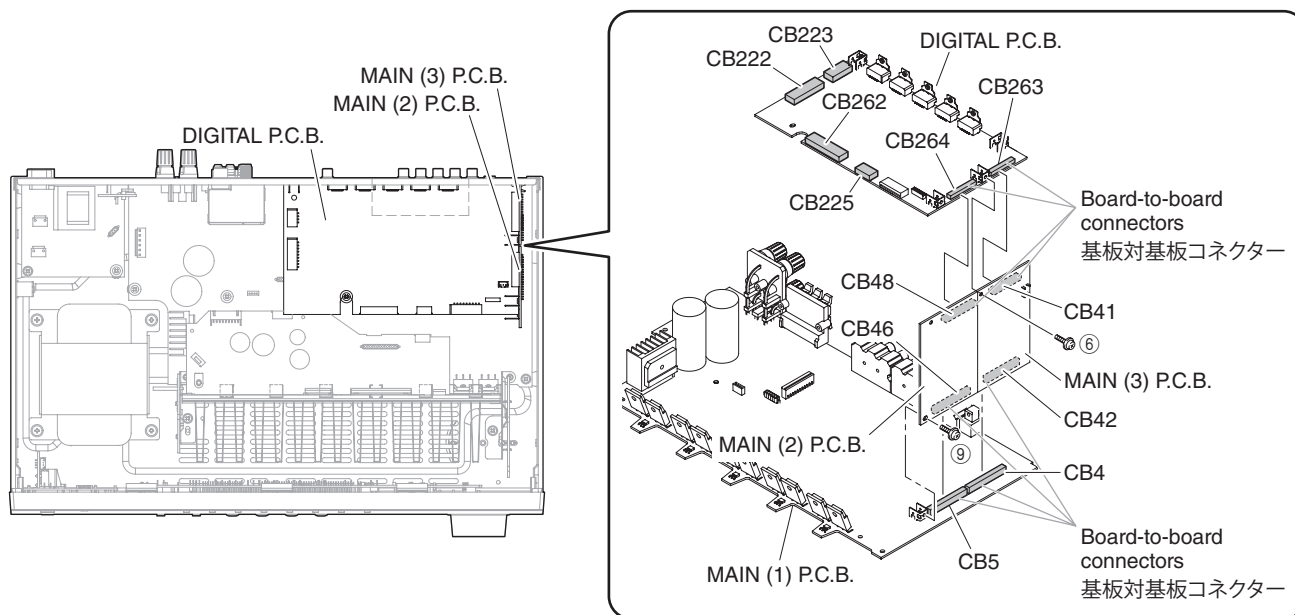

Fig. 2
- Remove CB222 and CB223 (Fig. 2)
- Unlock and remove CB225 and CB262. (Fig. 2)
- Remove screw (⑥). (Fig. 2)
- Remove the DIGITAL P.C.B. which is connected directly to the MAIN (2) P.C.B., MAIN (3) P.C.B. with board-to-board connectors. (Fig. 2)
5. Removal of MAIN (2) P.C.B., MAIN (3) P.C.B.
- Remove screw (⑨). (Fig. 2)
- Remove the MAIN (2) P.C.B., MAIN (3) P.C.B. which is connected directly to the MAIN (1) P.C.B. with board-to-board connectors. (Fig. 2)
- CB222、CB223 を外します。(Fig. 2)
- ロックを外し、CB225、CB262 を外します。(Fig. 2)
- ⑥のネジ 1 本を外します。(Fig. 2)
- DIGITAL P.C.B. を外します。ただし、DIGITAL P.C.B. は MAIN (2) P.C.B.、MAIN (3) P.C.B. に基板対基板コネクタで直接接続されています。(Fig. 2)
5. MAIN (2) P.C.B.、MAIN (3) P.C.B. の外し方
- ⑨のネジ 1 本を外します。(Fig. 2)
- MAIN (2) P.C.B.、MAIN (3) P.C.B. を外します。ただし、MAIN (2) P.C.B.、MAIN (3) P.C.B. は MAIN (1) P.C.B. に基板対基板コネクタで直接接続されています。(Fig. 2)